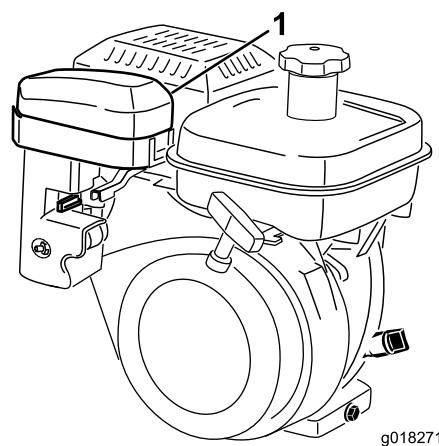
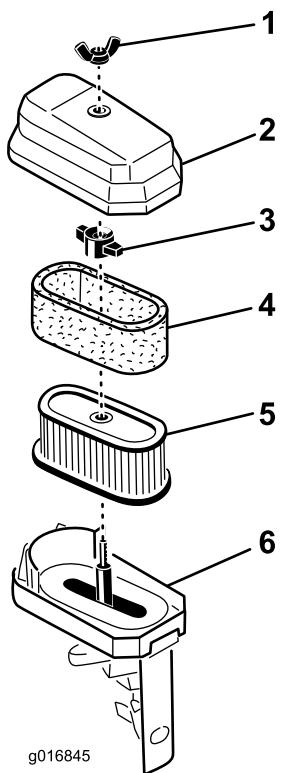

Figura 33
Figura 34
3. Se l'elemento in schiuma sintetica è sporco, rimuovetelo dall'elemento di carta (Figura 34). e pulitelo accuratamente.
2. Togliete il dado ad alette che fissa il relativo coperchio al filtro dell'aria e rimuovete il coperchio. Pulite accuratamente il coperchio (Figura 33 e Figura 34).